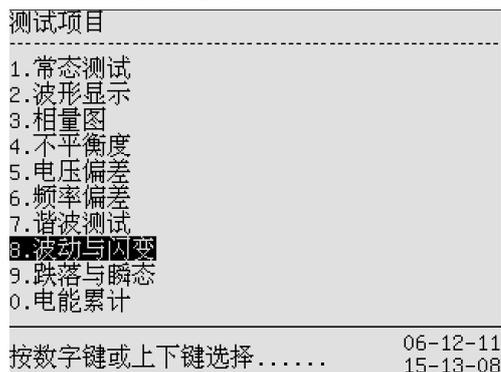

图 12-1 测试项目主菜单
1. 在任何状态下按“主菜单”按键, 仪表进入测试项目主菜单界面(见图 12-1)。